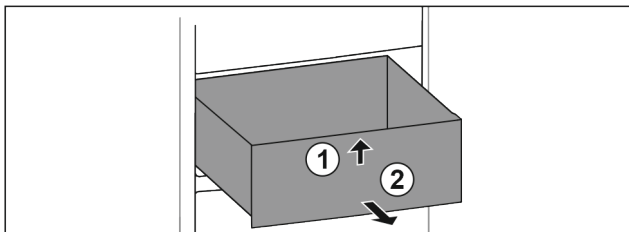

Fig. 81
- ▶ Ridicați sertarul în față. Fig. 81 (1)
- ▶ Extrageți sertarul spre înainte. Fig. 81 (2)